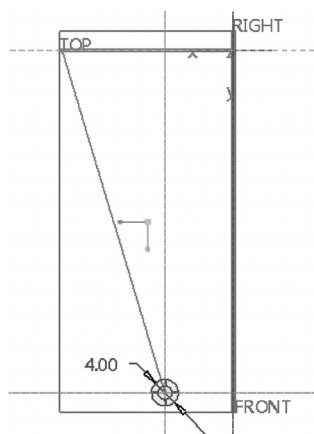

图 4-128 完成截面
6) 在“螺旋扫描”选项卡中单击 (创建或编辑扫描截面) 按钮, 进入草绘器, 绘制并修改截面, 如图 4-128 所示, 然后单击✓ (确定) 按钮。